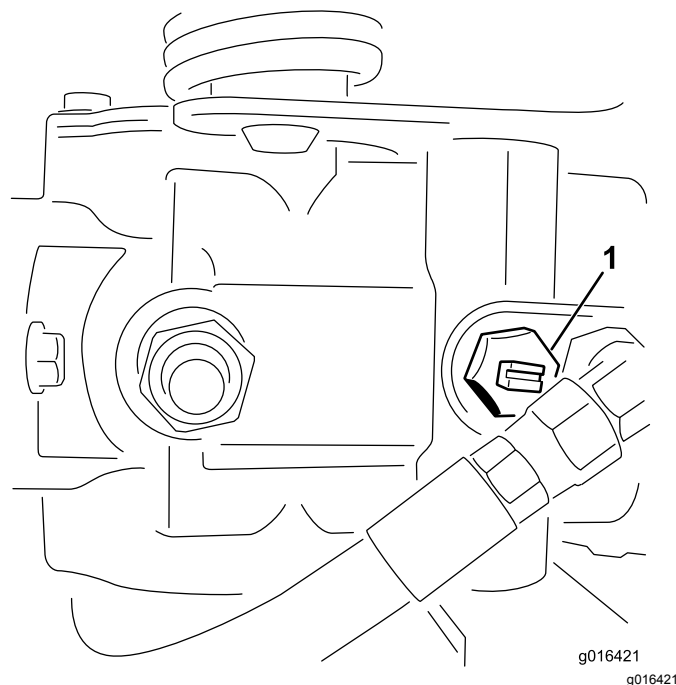

图26
1. 找到泵上的旁通阀逆时针旋转 2 整圈 图26。
2. 启动发动机之前将旁通阀顺时针旋转 2 整圈关闭旁通阀 图26。